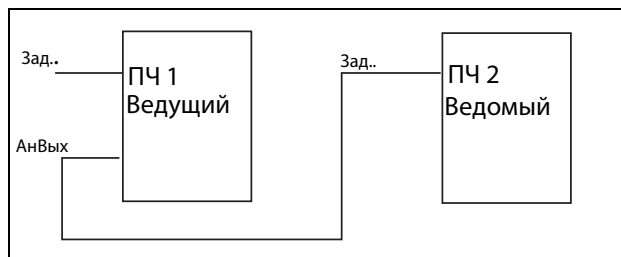

Рис. 123
- сигнала задания для следующего преобразователя частоты в конфигурации «ведущий/ведомый» (см. рис. 123);